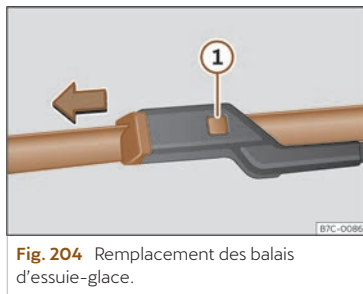

Fig. 204 Remplacement des balais d'essuie-glace.
- Maintenez la touche de déverrouillage >>> **fig. 204** ① enfoncée en tirant légèrement le balai dans le sens de la flèche.